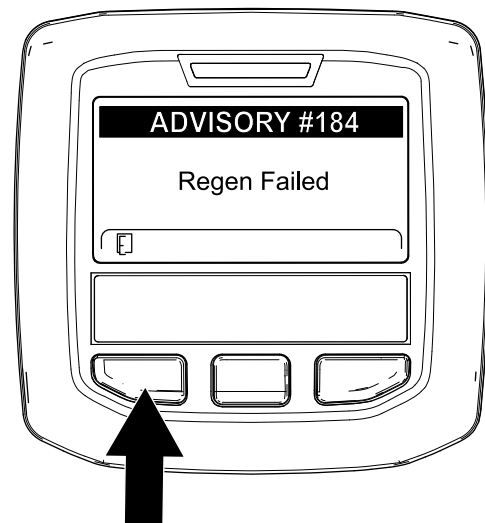

Figure 59
**Remarque:** Si la régénération échoue, l'InfoCenter affiche la mise en garde n° 184 (Figure 59). Appuyez sur le bouton gauche pour revenir à l'écran d'accueil.